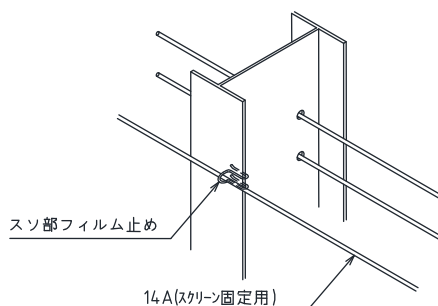

図 14
- ・H鋼の両軒（谷部以外）の場合はスソ部フィルム止めにワイヤーをまたがせフランジに挟み込み固定します。(図14)